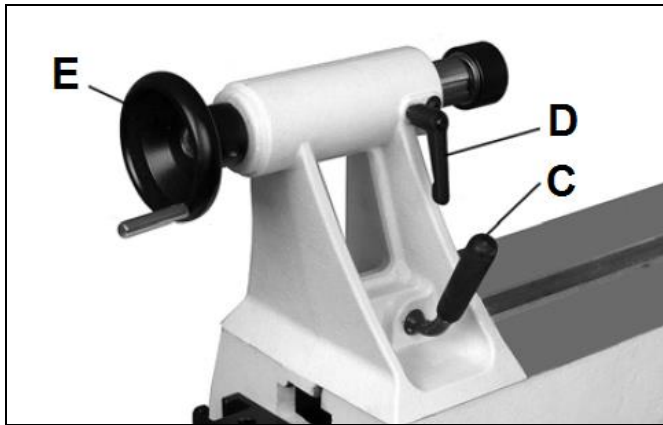

Рис. 29
Вращайте маховик (Е, Рис. 29) по часовой стрелке, чтобы выдвинуть пиноль задней бабки вперед. С помощью ручки (D) зафиксируйте положение пиноли.